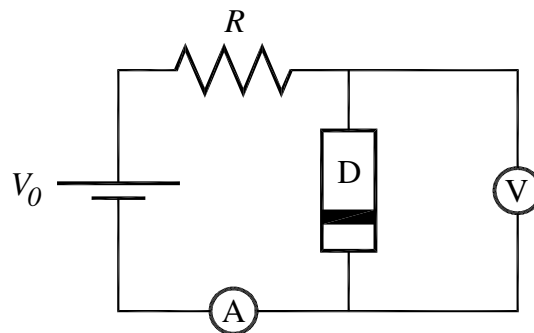

Figura 13 – Circuito para traçar uma curva $V \times I$ de um diodo (polarizado diretamente). A faixa escura representa a marca branca presente no diodo.
a) Monte o circuito como o da figura 13, usando $R = 100 \, \Omega$. Esse resistor serve para limitar a corrente que passa pelo circuito. Preste atenção na polaridade do diodo; a marca na figura indica a marca branca que existe no diodo. Varie a tensão da fonte no intervalo de 0 V a 10 V, e meça a corrente e a tensão sobre o diodo. Lembre-se que, devido à presença do resistor, a tensão da fonte não é igual à tensão sobre o diodo. Faça de 10 a 15 medidas.